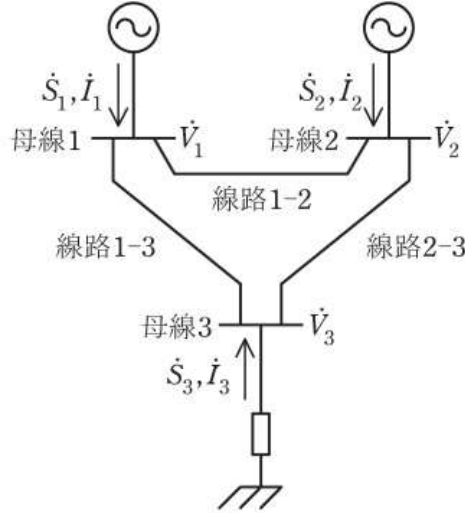

図1
図1の3母線の電力系統におけるニュートン・ラフソン法を用いた電力潮流計算に関して、次の間に答えよ。母線 k から系統に流入する複素電力を \dot{S}_k 、母線 k の電圧を \dot{V}_k とする。 $\dot{S}_k = P_k + jQ_k$ (P_k は有効電力, Q_k は無効電力), $\dot{V}_k = |\dot{V}_k|(\cos \theta_k + j \sin \theta_k)$ である。母線 k から系統に流入する電流 \dot{I}_k はノードアドミタンス行列 $[\dot{Y}_{kl}]$ を用いて、 $\dot{I}_k = \sum_{l=1}^3 \dot{Y}_{kl} \dot{V}_l$ と表すことができる。($k = 1, 2, 3, l = 1, 2, 3$)
- (1) 全ての線路を直列リアクタンス $X_{kl}(X_{12}, X_{13}, X_{23})$ のみを考慮した等価回路で表現した場合、 $[\dot{Y}_{kl}]$ を X_{kl} で表せ。また、計算過程を簡潔に記せ。
- (2) 図1において線路を π 型等価回路で表現し、直列リアクタンス X_{kl} に加えて並列キャパシタンス C_{kl} を考慮する場合、 $[\dot{Y}_{kl}]$ を表の値を用いて求めよ。なお、 ω は系統の角周波数、 $C_{kl}/2$ は線路両端の並列キャパシタンスである。